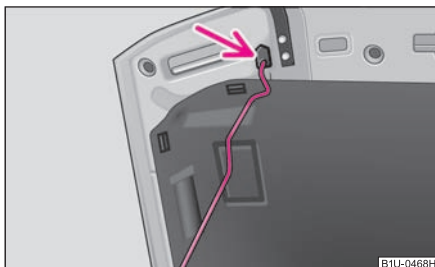

Fig. 16 Asigurarea capotei motorului cu tija de susținere
- Ridicați tija din suport și introduceți-o în orificiul prevăzut pentru aceasta ⇒ fig. 16.